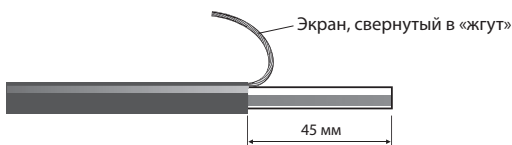

Рисунок 2
4.3. На каждом отрезке кабеля расплести экран, скрутить в «жгут» и отогнуть его к оболочке кабеля согласно рис. 2.
5.3. Экран, свернутый в жгут, (см. рис. 2) соединять с заземляющим проводом желто-зеленого цвета.